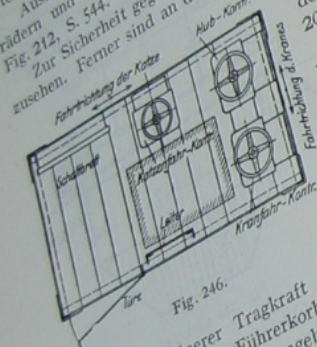

Fig. 246.
e) Führerkorb (Fig. 246). Er wird entweder seitlich an der Kranbrücke, in der Mitte oder bei Spannweiten über etwa 20 m an der fahrbaren Winde angebaut. Der Führerkorb hat eine Grundfläche von etwa $1,75$ bis 2 m^2 . Er enthält die Steuerapparate, sowie eine Leiter zum Betreten des Führerkorbs.